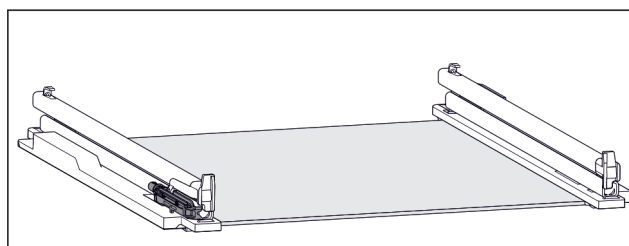

Fig. 131 Tlumicí jednotka
- K levé kolejničce je připevněna tlumicí jednotka. (viz Fig. 131)